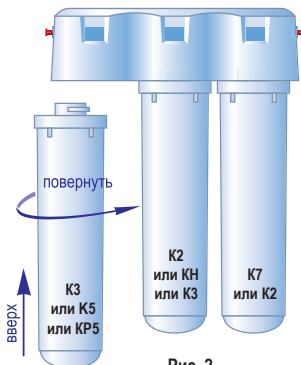

Рис. 2
- вставьте новый модуль в блок коллекторов до упора и, слегка надавливая, поверните модуль против часовой стрелки до щелчка (рис. 2);
Обратите внимание на порядок установки модулей. Позиционирование модулей в водоочистителе указано на рис. 2.
- вставьте модуль в блок коллекторов до упора и, слегка надавливая, поверните модуль против часовой стрелки до щелчка (рис. 2);